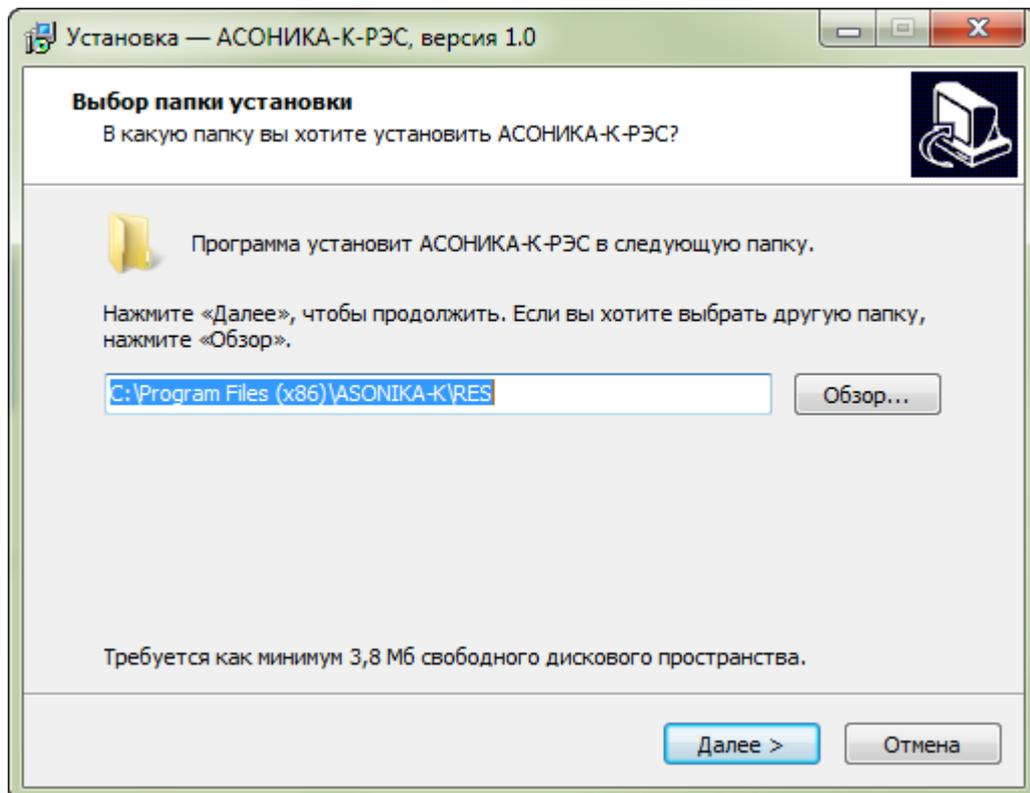

Рисунок 3.2. Папка «по умолчанию», в которую будет установлена система АСОНИКА-К-РЭС
Вам будет предложено имя папки «по умолчанию», в которую будет установлена система АСОНИКА-К-РЭС (см. рисунок 3.2). А также сообщит о минимальном размере свободного дискового пространства, который требуется для установки системы.
- Для продолжения установки в папку, предложенную «по умолчанию», нажмите кнопку «Далее» (см. рисунок 3.2).
- Чтобы выбрать другую папку, нажмите кнопку «Обзор» (см. рисунок 3.2).